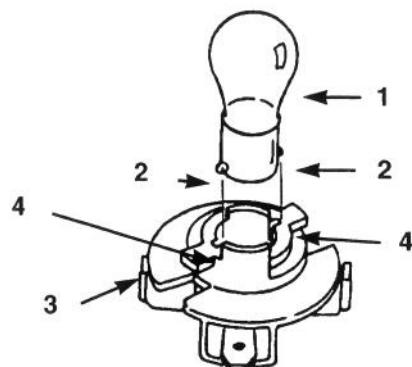

Figure 32
4. Appuyer sur l'ampoule et la tourner dans le sens anti-horaire jusqu'à ce qu'elle s'arrête (approx.  $\frac{1}{4}$  de tour) et la déposer du porte-ampoule (Fig. 32).
1. La base de l'ampoule est munie d'ergots métalliques. Aligner les ergots avec les encoches du porte-ampoule et installer la base dans le porte-ampoule (Fig. 32). Pousser sur l'ampoule et la tourner dans le sens horaire jusqu'à ce qu'elle s'arrête.